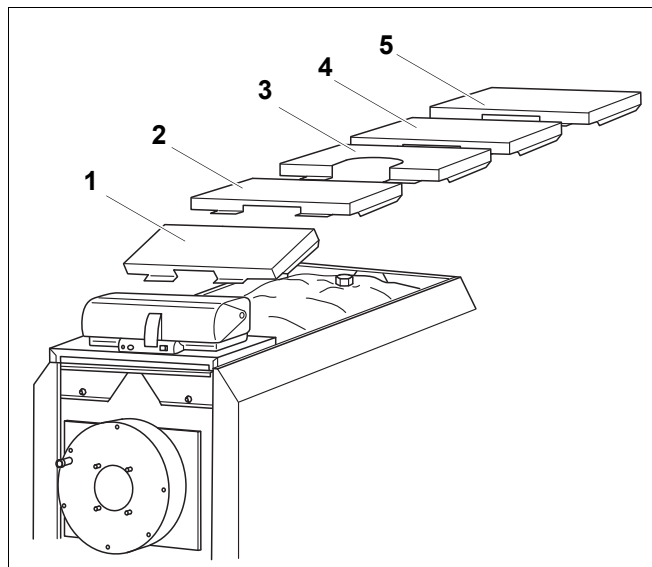

Рис. 23 Верхние крышки котла
- Положите верхние крышки котла отбортовкой вперед на правую и левую боковые стенки, как показано на рис. 23.
На третьей крышке (рис. 23, поз. 3) есть вырез для устройства контроля количества воды.
Таб. 2 Размеры верхних крышек котла по рис. 23, поз. 1–5 (все размеры в мм)